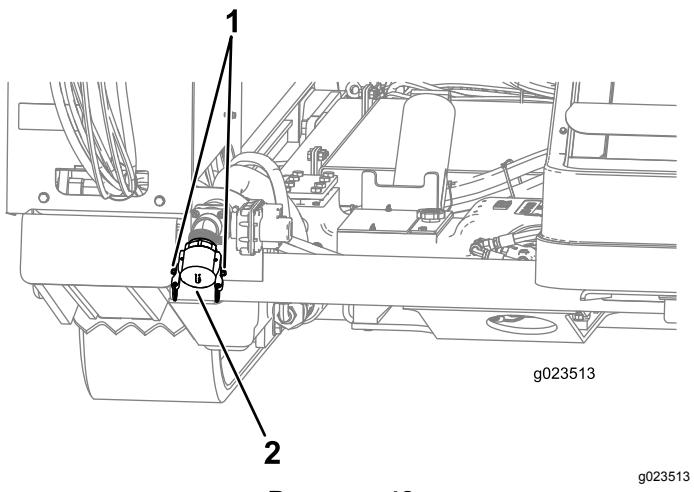

Рисунок 48
- Поднимите рычаги с кулачковыми зажимами на впускной крышке насоса и снимите крышку (Рисунок 48).